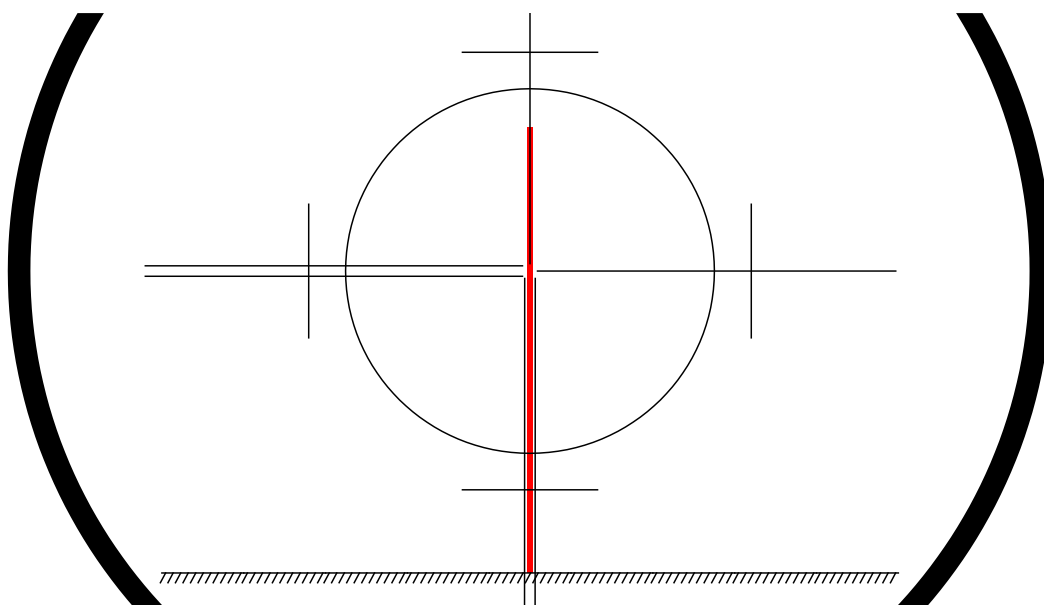

Рис. 6. Наведение вертикальной нити сетки на ось миры.
- 5) Правой рукой закрепите зажимы зрительной трубы и алидады 19 и 20 в положение «от себя». Выполните точное наведение на миру. Для этого, попеременно вращая наводящий винт зрительной трубы 22 и алидады 23, наведите перекрестие сетки нитей на миру. Добейтесь того, чтобы вертикальная нить сетки совпадала с осью миры. Для более точного наведения можно воспользоваться вертикальным биссектором и поместить ось миры между его нитями (рис. 6).
- 12) Когда изображение миры появится в поле зрения, левой рукой закрепите зажимы зрительной трубы и алидады 19 и 20 в положение «к себе». Попеременно вращая наводящий винт зрительной трубы 22 и алидады 23, наведите перекрестие сетки нитей на мирю. Добейтесь того, чтобы вертикальная нить сетки совпадала с осью миры (рис. 6).
- 13) Посмотрите в микроскоп. При необходимости подстройте яркость изображения зеркалом подсветки. Плавню вращая рукоятку микрометра 18, совместите штрихи в нижнем окошке. Возьмите отсчет по горизонтальному кругу (M2) и занесите его в ведомость в графу (4). Наблюдение миры завершено.